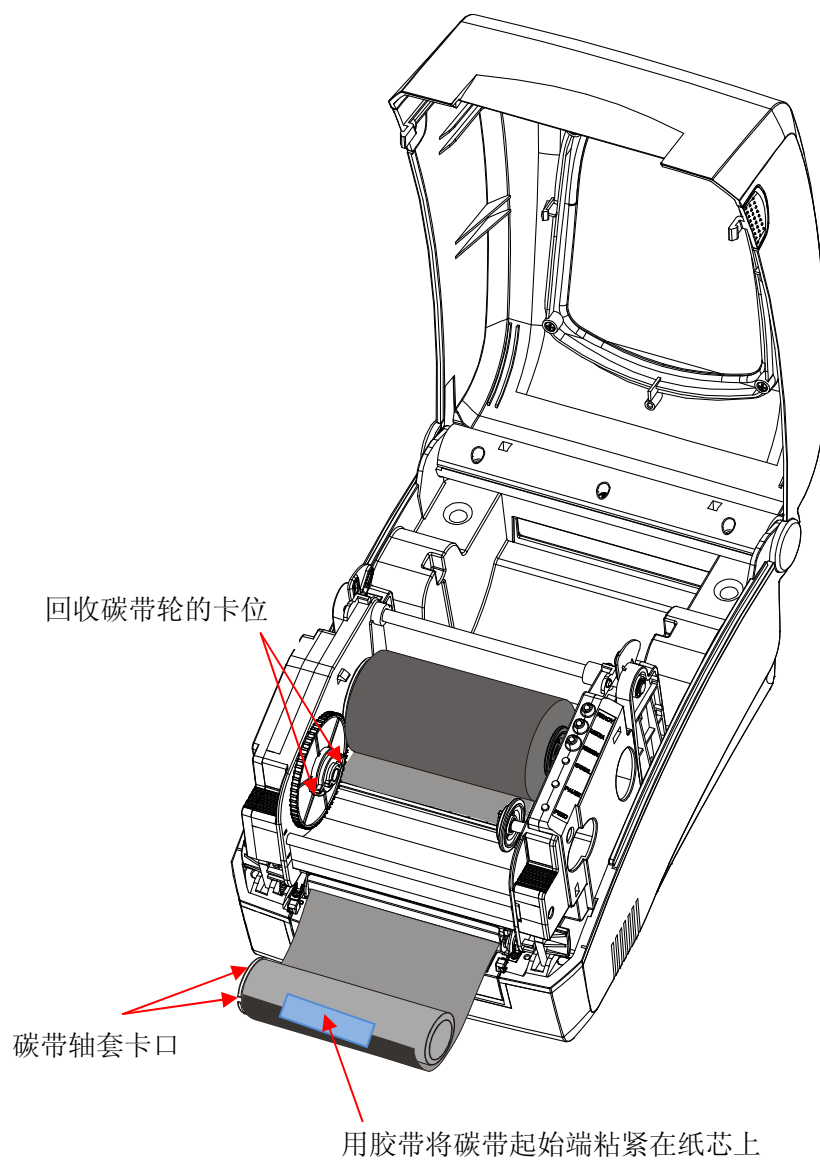

图 5-5
7. 放下打印头模组, 然后将前端的碳带卷到空卷芯上(图 5-5);